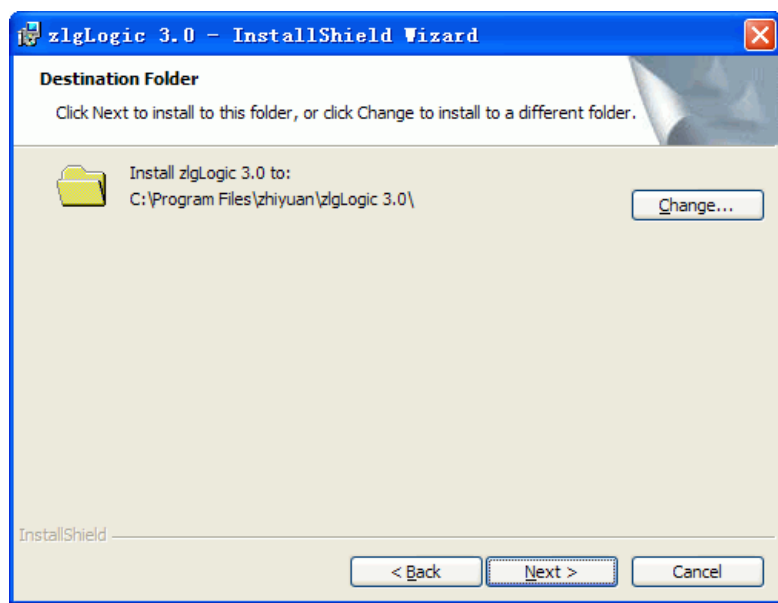

图 3.5 安装文件夹选择对话框
(5) 在图 3.5中，系统会默认一个软件安装文件夹，若用户需要改变目的文件夹，则点击“更改”来设定一个新的安装路径，然后点击“下一步”继续安装。